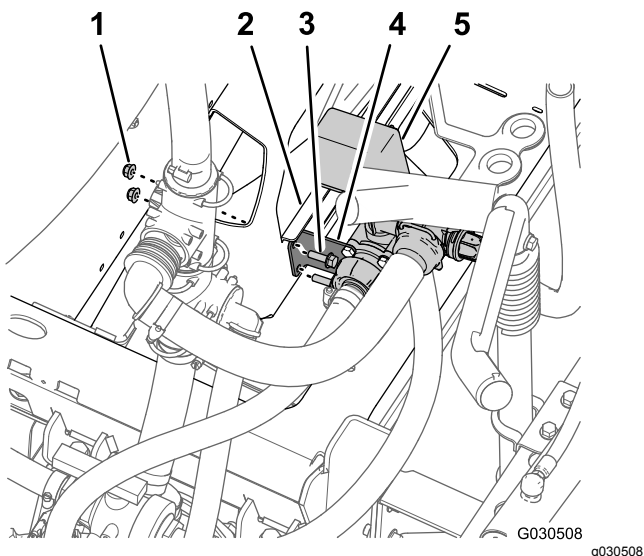

Figura 68
7. Rimuovete i 2 dadi di bloccaggio flangiati (5/16") e i 2 bulloni a testa flangiata (5/16" x 1") che fissano la staffa di supporto per la valvola dell'agitatore al supporto del collettore (Figura 68).